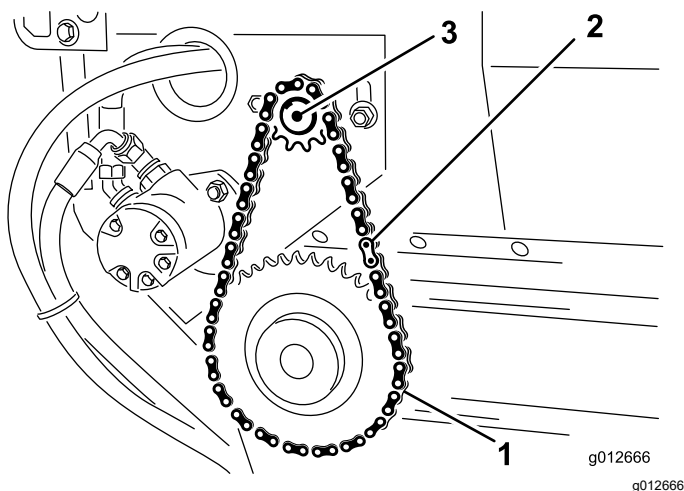

Figura 29
2. Rimuovete la falsamaglia dalla catena e la catena dalla ruota dentata piccola (Figura 29).